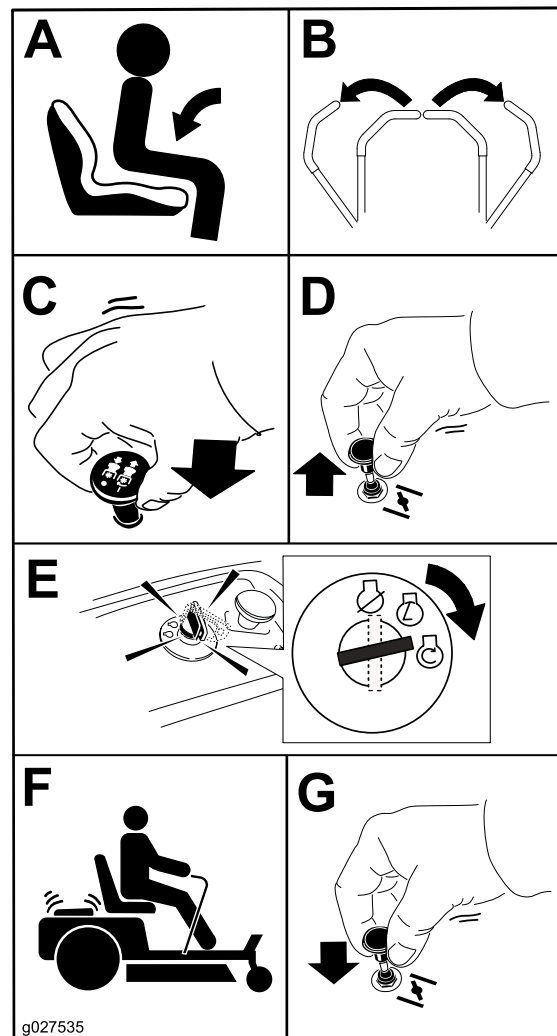

Figure 12
**Remarque:** L'usage du starter n'est généralement pas requis si le moteur est chaud (Figure 12).